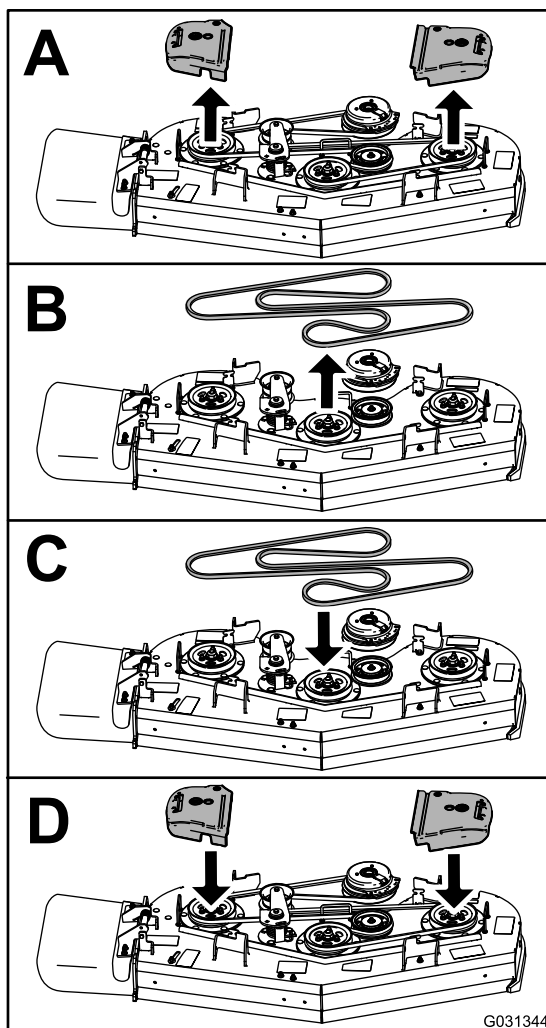

Figura 66
4. Sustituya la correa según se muestra en Figura 66.